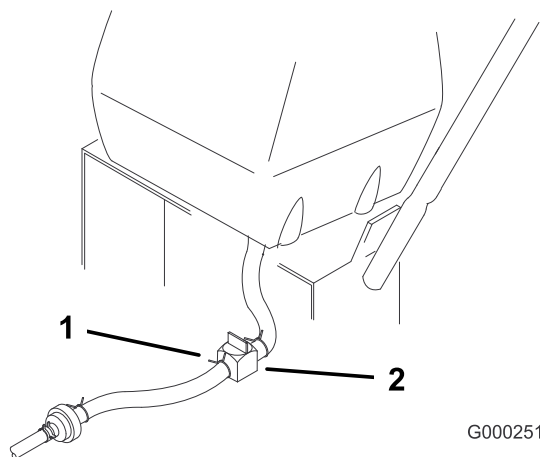

Figura 31
3. Feche a válvula de corte do combustível no depósito de combustível (Figura 31).
4. Aperte as extremidades do dispositivo de fixação de tubagem e afaste a tubagem de combustível do filtro do combustível (Figura 31).
5. Puxe a tubagem de combustível do filtro de combustível (Figura 31).
7. Abra a válvula de corte do combustível no depósito de combustível (Figura 31).